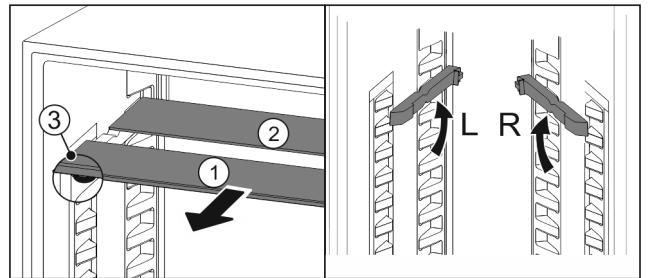

Fig. 87
- ▶ Glasplaten afzonderlijk vanaf de voorkant eruit trekken Fig. 87 (1).
- ▶ Glasplaat Fig. 87 (1) met sierlijst ligt voor.
- ▶ Stops Fig. 87 (3) zijn naar onder gericht.